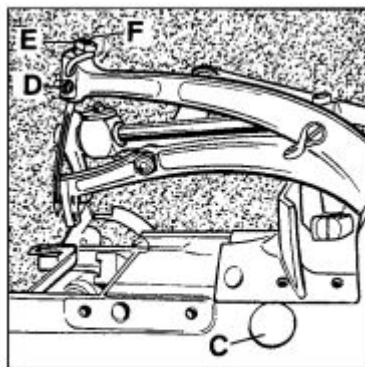

Fig.7
Ist eine Einstellung notwendig, lösen Sie die Befestigungsschraube (D, Fig. 7), halten aber die Nadel in Position. Dann lösen Sie die Mutter (E) und regulieren die Höhen-Einstellschraube (F) entsprechend auf die richtige Nadelhöhe.